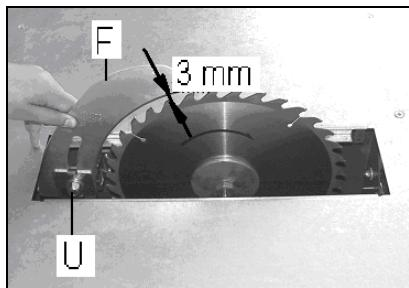

Fig 17
Der Spaltkeil (F, Fig17) wird mit einer Mutter (U) befestigt.